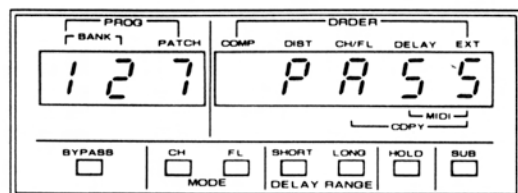

図4-12
- ◇ セグメントに“PASS”が表示されます。(図 4-12)